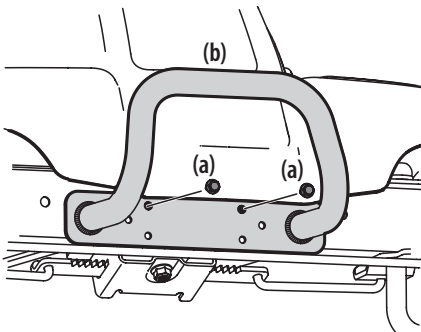

Figure 15
1. Enlevez les deux vis (a). Voir la Figure 15.
2. Positionnez le pare-chocs sur les trous de montage et attachez-le avec la quincaillerie retirée à l'étape précédente. Voir la Figure 15.